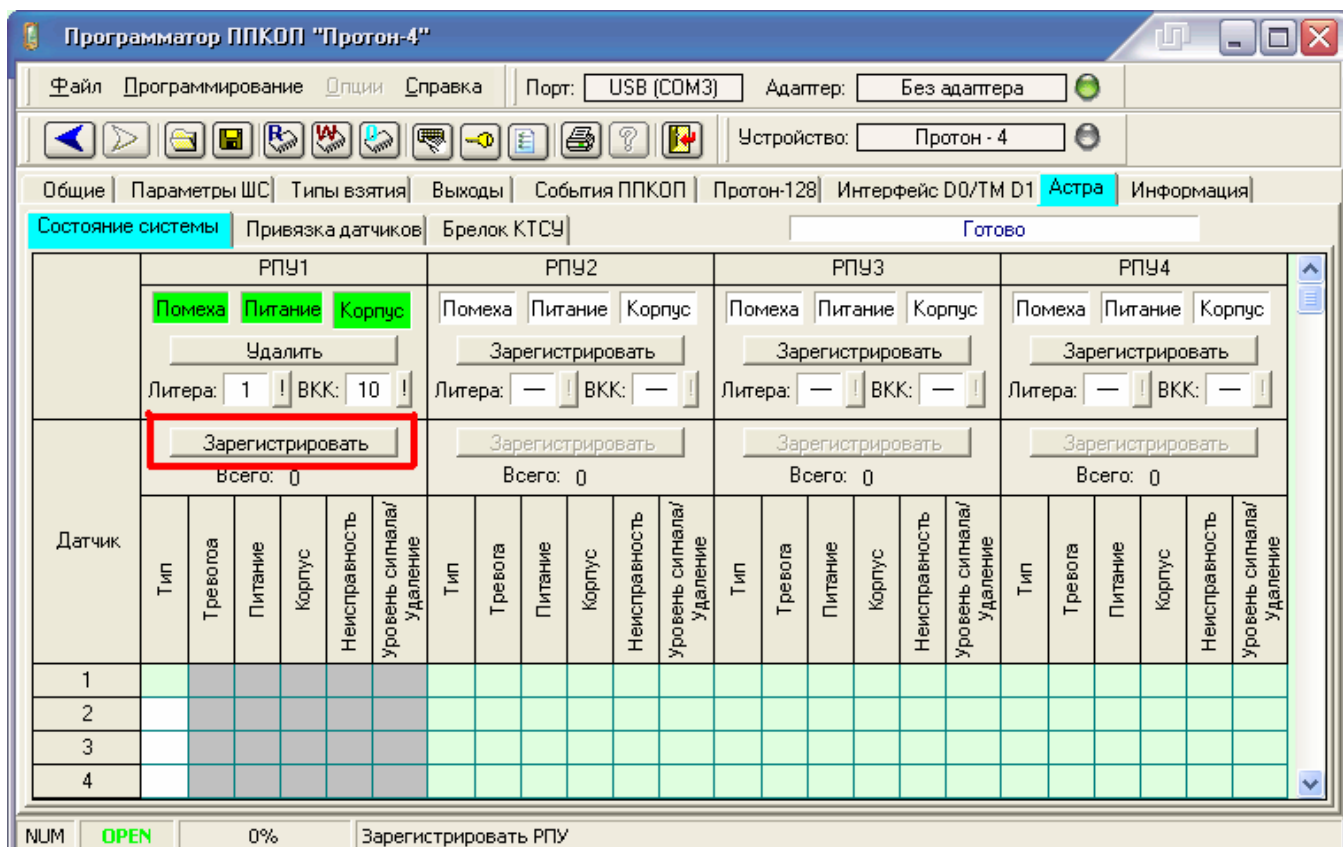

Рисунок 23 – Регистрация датчика
4) Зарегистрировать извещатели (датчики). С использованием Программатора зайти на вкладку «Астра. Состояние системы» (см. рис. 23).